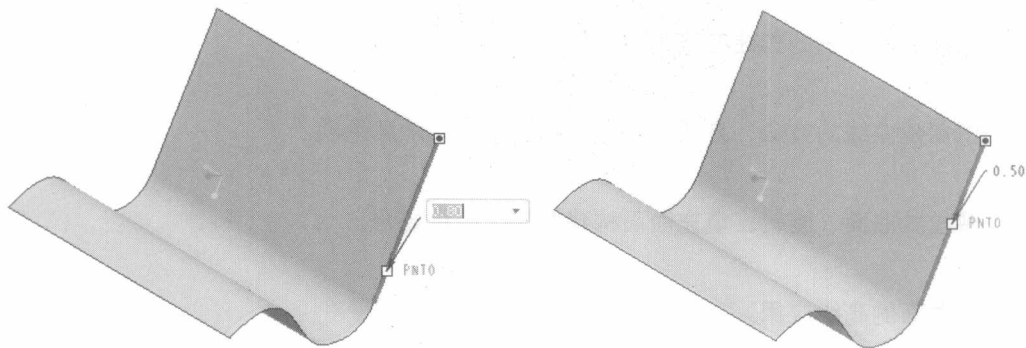

图 2-3 修改偏移值
Step2: 要更改偏移值可以双击边界上的数值，输入参数即可，如输入“0.5”，点将位于边界中间处，如图 2-3 所示。